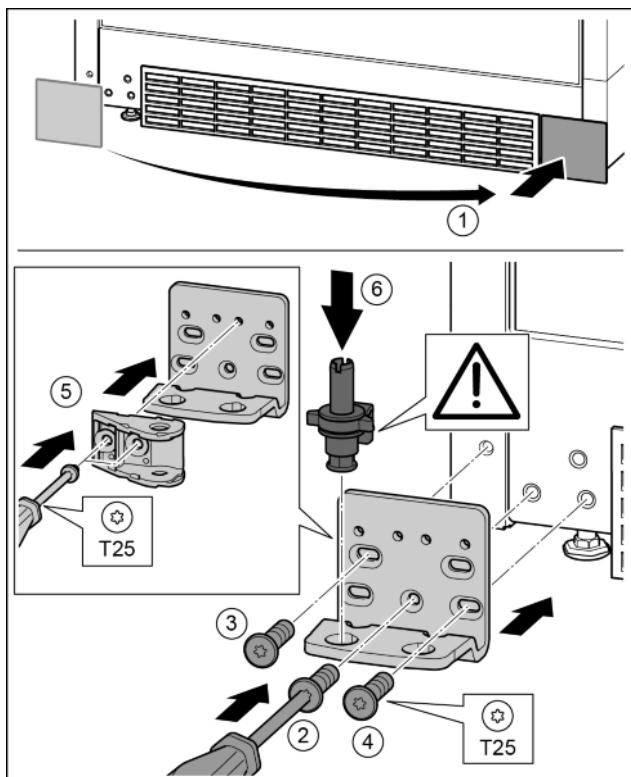

Fig. 34
- ▶ Sejměte kryt a připevněte jej na druhé straně. Fig. 34 (1)
- ▶ Nasadte stojan ložiska na druhé straně a přišroubujte pomocí šroubováku T25. Začněte šroubem 2 dole uprostřed. Fig. 34 (2)
- ▶ Pevně utáhněte šroub 3 a 4. Fig. 34 (3, 4)
- ▶ Spojení tlumiče zavírání otočte o 180°. Šroubovákem T25 přišroubujte na druhé straně stojanu ložiska. Fig. 34 (5)
- ▶ Zcela vložte ložiskový čep. Přitom dávejte pozor, aby zajišťovací vačka směřovala dozadu. Fig. 34 (6)